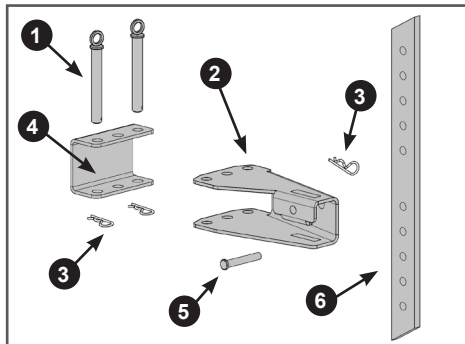

Рис. 19. Установка сошника
9. Установите кронштейн сошника. Совместите отверстия в заднем кронштейне 4 рамы и кронштейне 2 сошника и вставьте пальцы 1 (Рис. 19). Зафиксируйте пальцы шплинтами 3 (Рис. 19).